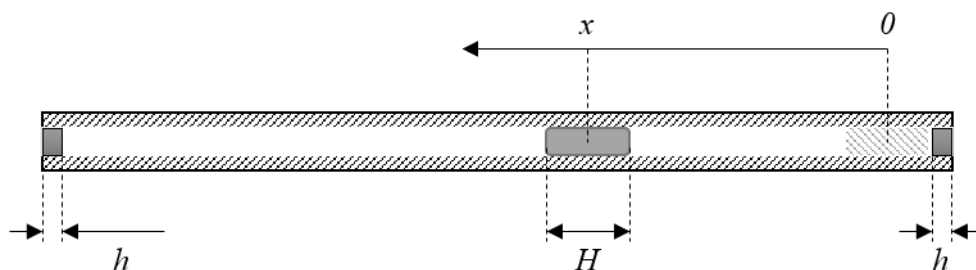

Рис. 1. Схема установки
Внутри алюминиевой трубки (плотность алюминия $\rho = 2,70 \frac{\text{г}}{\text{см}^3}$) находится груз известной массы $m = 7,65 \text{ г}$, длиной $H = 16,0 \text{ мм}$. Груз может перемещаться внутри трубки. Трубка заткнута с двух сторон одинаковыми пробками, массой которых можно пренебречь по сравнению с массой трубки. Толщина пробок составляет $h = 7,0 \text{ мм}$ (см. рисунок 1)
2. Поместите груз в один из концов трубки и резким движением переведите трубку в вертикальное состояние так, чтобы груз оказался у верхнего конца трубки. Груз начнет падать внутри трубки. Для разных времен t падения груза определите соответствующие им координаты тела x (см. рис. 1). Измерьте зависимость $x(t)$.